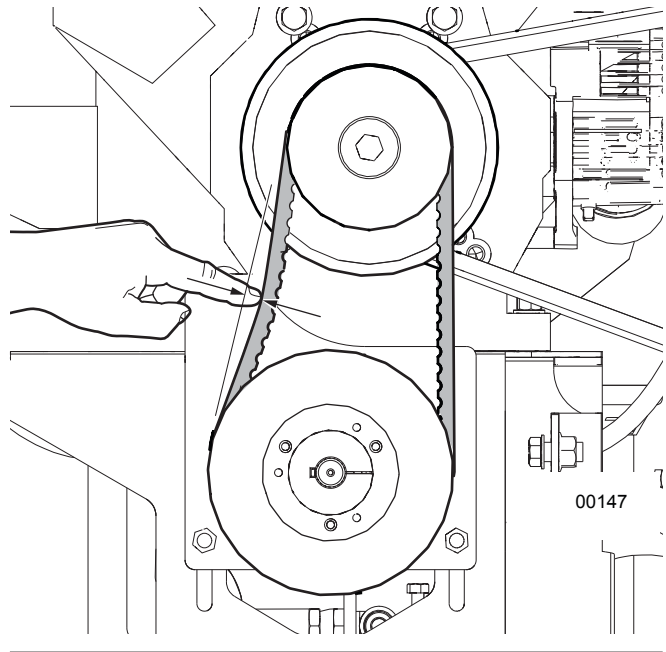

Fig. 52 – Vérifier la tension de la courroie d'entraînement de la pompe hydraulique
1. Appuyez sur le côté de la courroie d'entraînement de la pompe hydraulique et mesurez la distance parcourue. Consultez la Fig. 52.